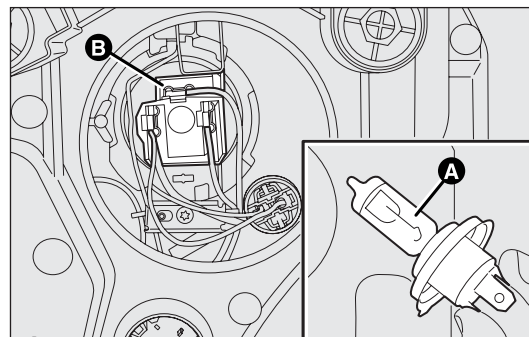

fig. 139
- ☐ scollegare il connettore elettrico B-fig. 139 centrale e sganciare la molletta fermalamпада;